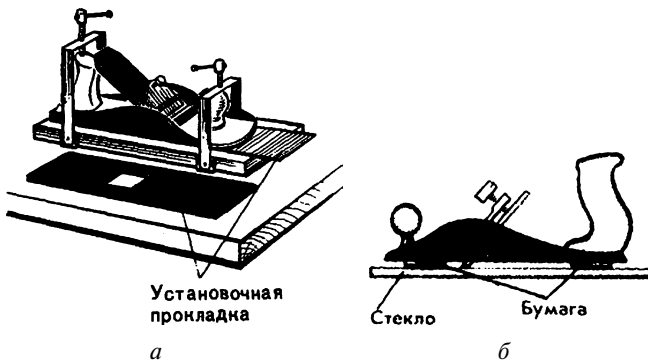

Рис. 11. Наладка рубанка
**Наладить рубанок с металлической колодкой, не имеющий регулировочного винта, довольно просто. Можно использовать сменные прокладки различной толщины (рис. 11, *a*). Можно также положить на стекло два сложенных вдвое тетрадных листа и поставить на них рубанок (толщина одного тетрадного листа — примерно 0,1 мм); затем освободить нож, и он, скользя вниз, упрется лезвием в стекло, после чего зажать его в этом положении (рис. 11, *б*).**